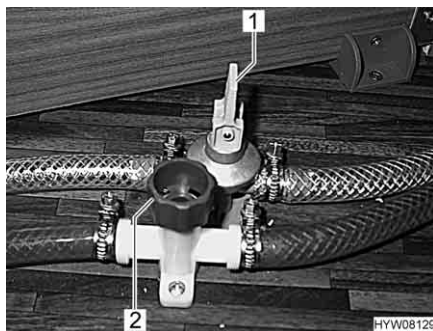

Fig. 78 Rubinetti di scarico
- Chiudere tutti i rubinetti di scarico per il boiler. Posizionare la leva a bilanciere (Fig. 78,1) orizzontalmente o ruotare il tappo (Fig. 78,2) in senso orario.
- Aprire tutti i rubinetti di scarico per il boiler. Posizionare la leva a bilanciere (Fig. 78,1) verticalmente o ruotare il tappo (Fig. 78,2) in senso antiorario.